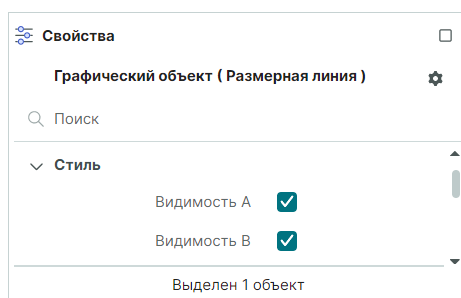

Рис. 402 Группа «Стиль»
2. Группа «Стиль» включает настройки видимости выносных линий с помощью установки флагов в чек-боксы, см. Рис. 402.